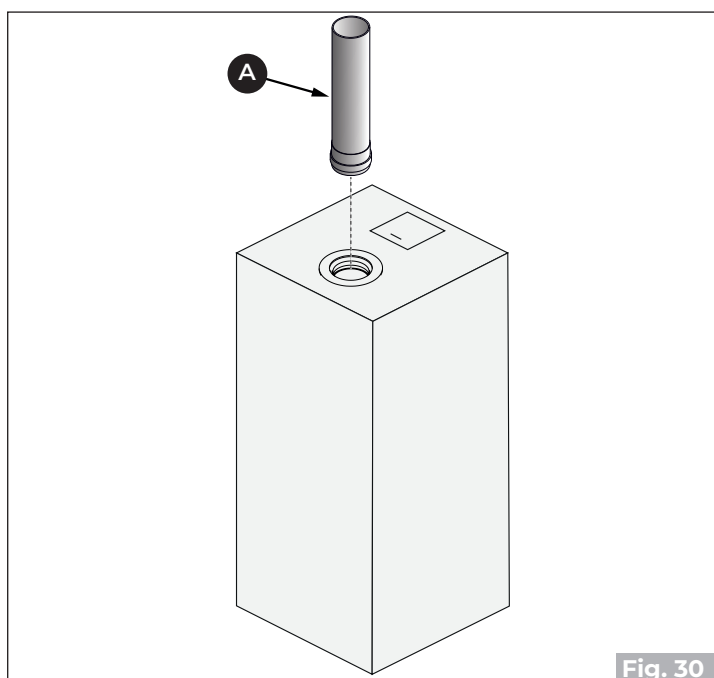

Fig. 30
- Conectar el tubo de salida humos **(A)** ("Fig. 30").